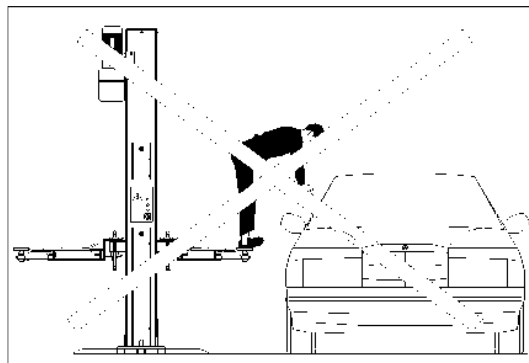

Рис. 26
- Запрещено находиться на платформах во время работы подъемника, а также, когда ТС поднято. (Рис. 26)